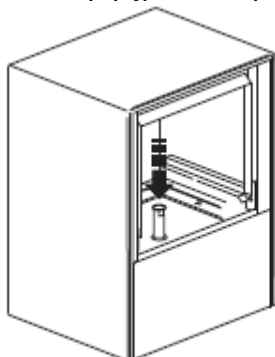

fig5.1
- 1 Plaats de overloop pijp in de speciale zitting in de wastank (fig 5.1)